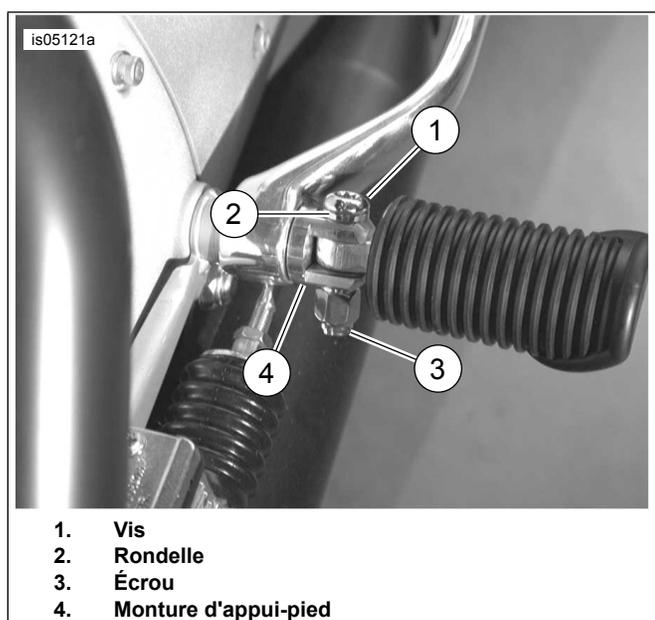

Figure 2. Installation de vis de repose-pieds
2. Voir la figure 2. Installer le repose-pied avec une **nouvelle** rondelle (2) et une nouvelle vis (1).
3. Installer un **nouvel** écrou (3). Serrer.